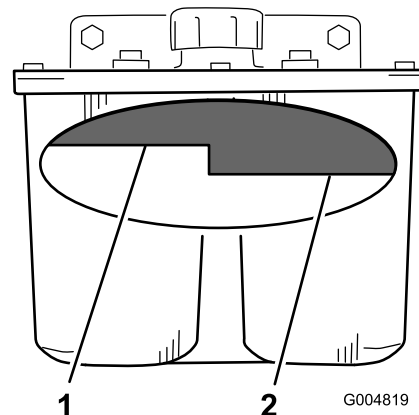

Figura 98
3. Limpie la zona alrededor del cuello de llenado del depósito de aceite hidráulico (Figura 98).
4. Retire el tapón del cuello de llenado y mire dentro para ver si hay fluido en el depósito (Figura 98).
Nota: El nivel de aceite debe llegar a la parte superior del nivel caliente del tabique cuando el aceite está caliente (Figura 98).